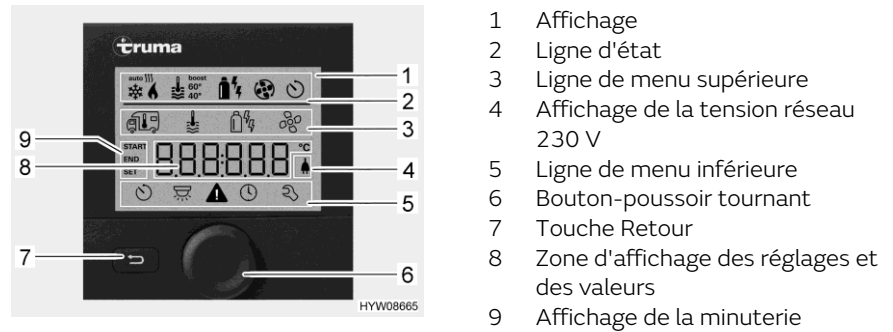
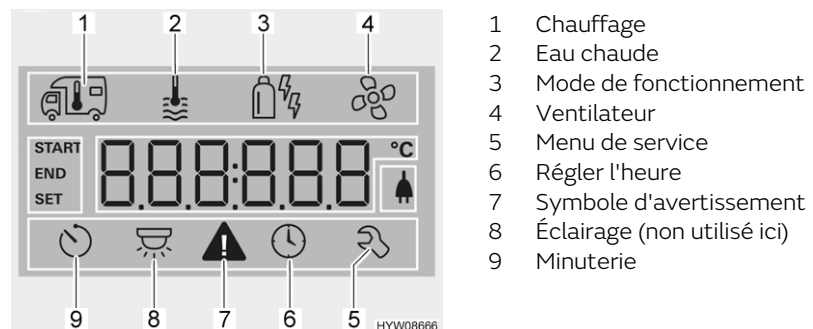

Fig. 73 Unité de commande avec affichages
Fig. 74 Écran (unité de commande)
- Ligne d'état (Fig. 73,2)
- Ligne de menu supérieure (Fig. 73,3)
- Zone d'affichage (Fig. 73,8)
- Ligne de menu inférieure (Fig. 73,5)
- Appuyer sur le bouton-poussoir tournant (Fig. 73,6) pendant env. 3 secondes. Les deux lignes de menu (Fig. 73,3 et Fig. 73,5) sont affichées. Le premier symbole clignote.
- Tourner le bouton-poussoir tournant (Fig. 73,6) jusqu'à ce que le symbole de menu désiré clignote.
- Appuyer sur le bouton-poussoir tournant pour enregistrer la valeur réglée. Si la valeur réglée à l'origine ne doit pas être modifiée : Appuyer sur la touche Retour (Fig. 73,7).
- Tourner le bouton-poussoir tournant (Fig. 73,6) jusqu'à ce que le symbole de menu du chauffage (Fig. 74,1) clignote.
- Appuyer sur le bouton-poussoir tournant pour enregistrer la valeur réglée. Le symbole clignote dans la ligne d'état (Fig. 73,2) jusqu'à ce que la température ambiante réglée soit atteinte. Si la valeur réglée à l'origine ne doit pas être modifiée : Appuyer sur la touche Retour (Fig. 73,7).
- Tourner le bouton-poussoir tournant (Fig. 73,6) jusqu'à ce que le symbole de menu de l'eau chaude (Fig. 74,2) clignote.
- Appuyer sur le bouton-poussoir tournant pour enregistrer la valeur réglée. Le symbole clignote dans la ligne d'état (Fig. 73,2) jusqu'à ce que la température d'eau chaude réglée soit atteinte. Si la valeur réglée à l'origine ne doit pas être modifiée : Appuyer sur la touche Retour (Fig. 73,7).
- Tourner le bouton-poussoir tournant (Fig. 73,6) jusqu'à ce que le symbole de menu de mode de fonctionnement (Fig. 74,3) clignote.
- Appuyer sur le bouton-poussoir tournant pour enregistrer le mode de fonctionnement réglé. Si le réglage d'origine ne doit pas être modifié : Appuyer sur la touche Retour (Fig. 73,7).
- Tourner le bouton-poussoir tournant (Fig. 73,6) jusqu'à ce que le symbole de menu du ventilateur (Fig. 74,4) clignote.
- Tourner le bouton-poussoir tournant (Fig. 73,6) jusqu'à ce que le symbole de menu de la minuterie (Fig. 74,9) clignote.
- Appuyer sur le bouton-poussoir tournant. La minuterie est activée. Le symbole de la minuterie (Fig. 74,9) clignote quand cette dernière est programmée et active.
En cas d'avertissement, le symbole correspondant (Fig. 74,7) clignote. Le chauffage continue de fonctionner. Le symbole d'avertissement s'éteint de lui-même quand il ne s'agit que d'un dérangement passager.